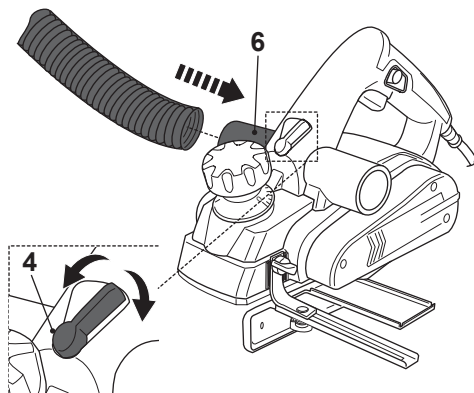

Fig. 2
- > Conecte um dispositivo adequado de extração de pó, p. ex. um aspirador apropriado, na saída de extração de pó (6) num dos lados do produto (Fig. 2).
- > Ajuste a alavanca para mudar a direção da expulsão do pó (4) para mudar o fluxo de ar para a direita ou esquerda em função do lado selecionado para a conexão.